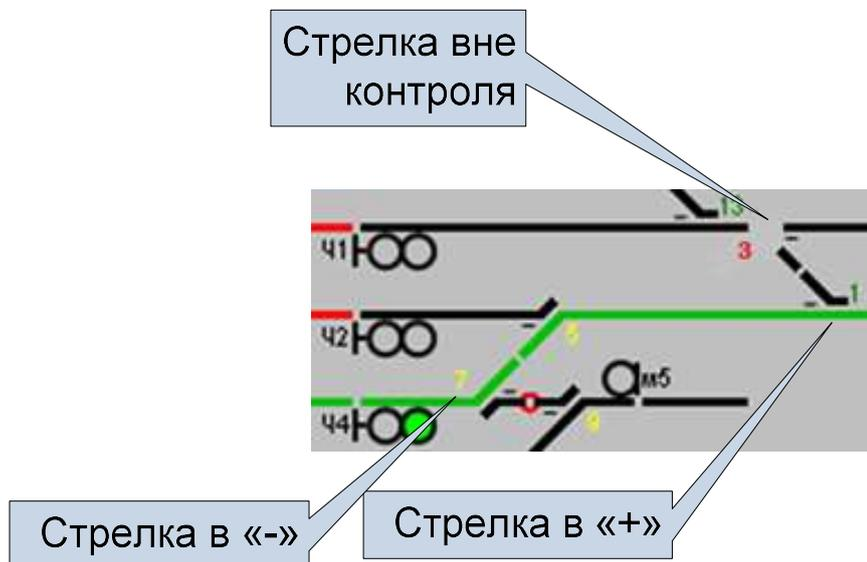

Рис.284.
**ЗЕЛЁНЫЙ** - РЦ входит в установленный и ещё не использованный поездной маршрут (см. рис. 284);